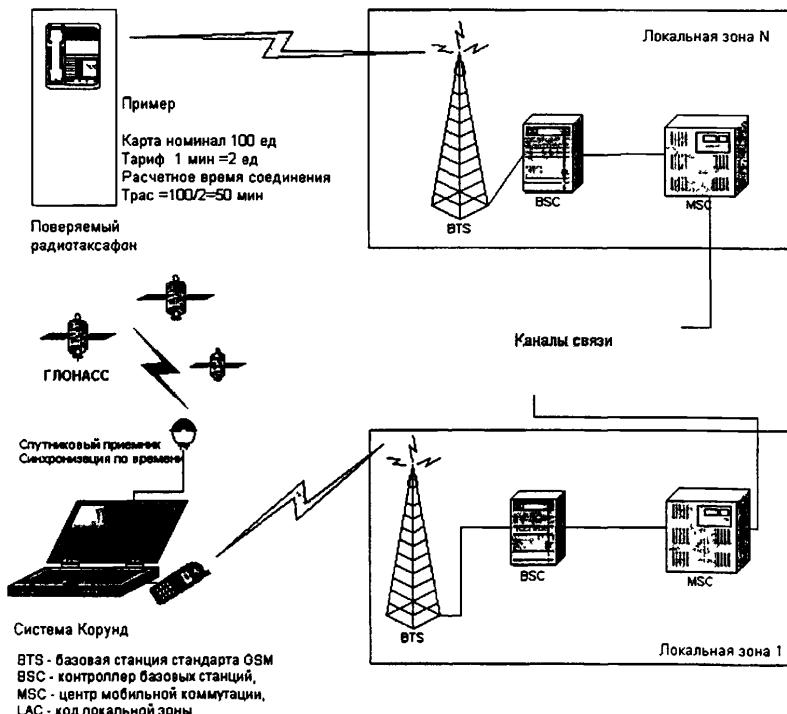

Рис.1
- собрать схему поверки (рисунок 1);